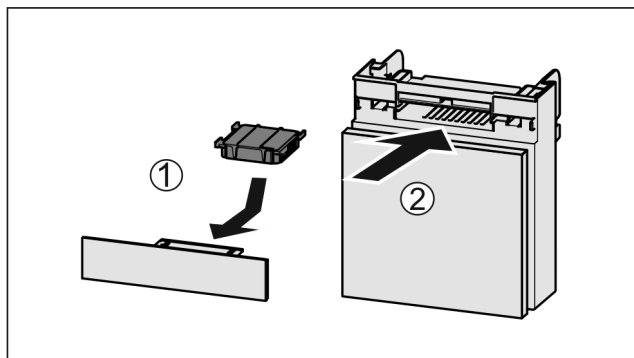

Fig. 44
- ▶ Aktivkohlefilter nach Abbildung einsetzen Fig. 44 (1).
- ▶ Fach einschieben Fig. 44 (2).